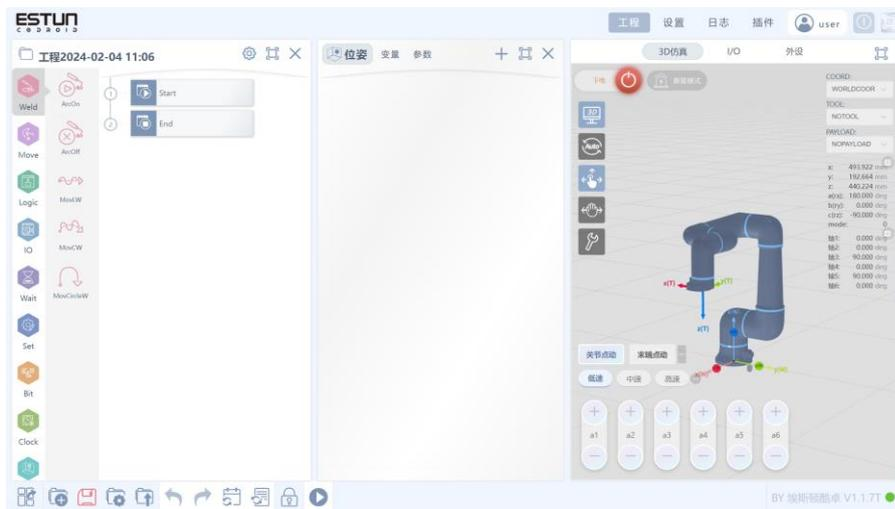

图 3-7 主界面
7. 如图 3-7 主界面所示，表示机器人上电成功，接下来就可以控制机器人移动。